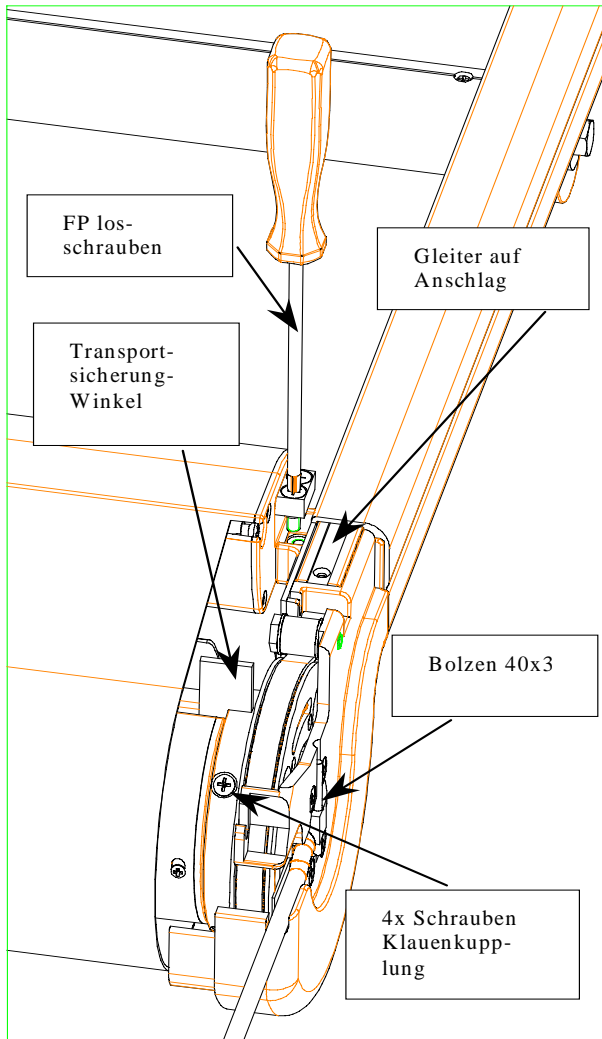
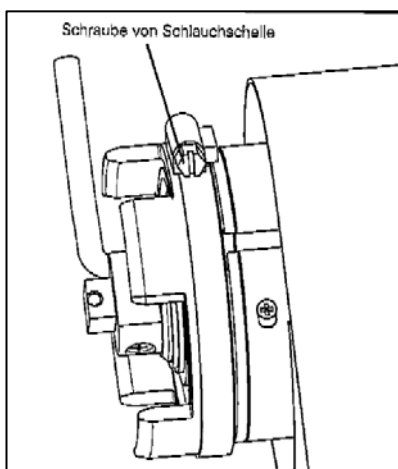

Bild 1: W6 - Motorseite
Bild 7: Anbringung Schlauchschelle
- Gleiter in der Führungsschiene bis auf Anschlag an der Konsole schieben (Bild 1).
- **Achtung!** Die vier radial angeordneten Schrauben der Klauenkupplung (Bild 1) mit der Schlauchschelle gegen herausdrehen sichern! (Bild 7). Schlauchschelle über den Schraubenköpfen anbringen. Schlauchschelle darf nirgends schleifen.